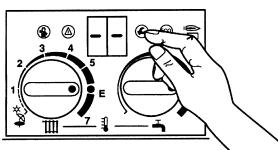

Рис. 52
- Нажать на сервисклавишу и держать, пока на дисплее не высветиться "-", (рис. 52).